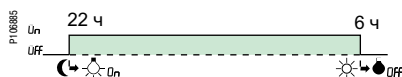

Рис. 1.
- По окончании конфигурирования IC Astro рассчитывает время восхода и захода солнца и предлагает программу, которую он будет использовать по умолчанию (включение нагрузки от заката до восхода), см. Рис. 1.